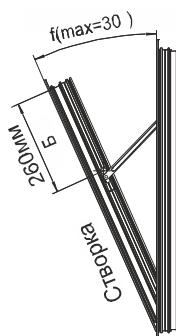
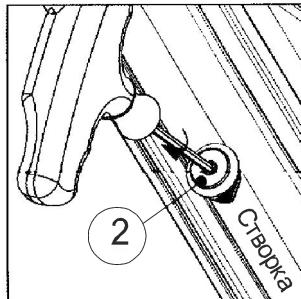
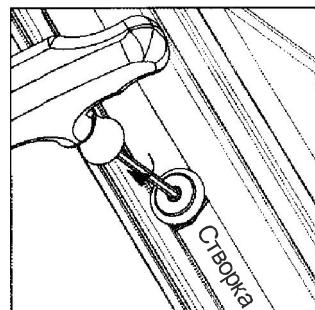

Рис. 1
Рис. 3
Рис. 4
1. Установить Раму со створкой вертикально и приоткрыть створку (рис.1)
3. Вставить обрезиненый ролик (2) в фурнитурный паз створки(рис.3), выдержав расстояний Б=260 мм (рис.1), повернуть ролик по часовой стрелке и закрепить винтом (рис.4)